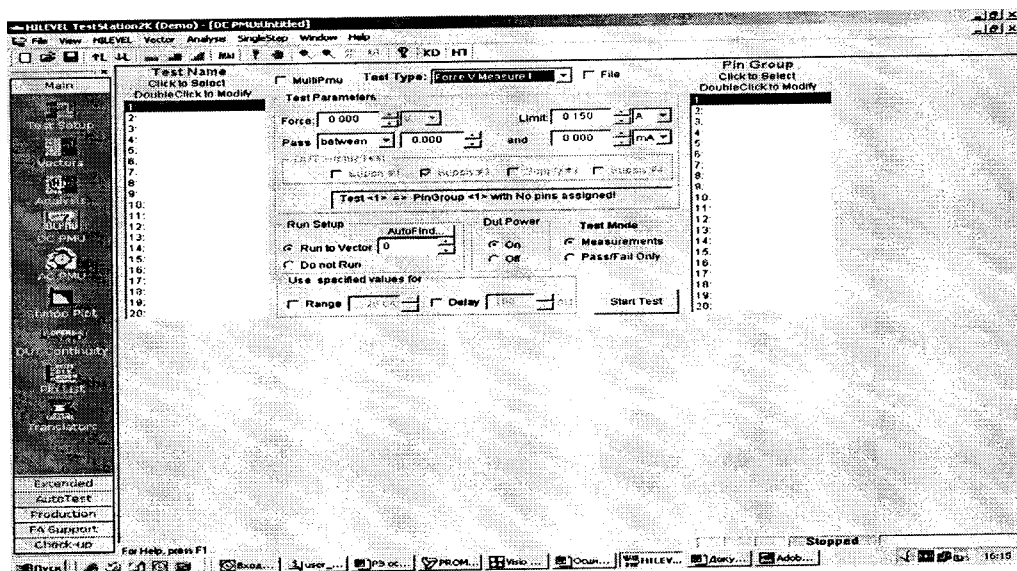

Рисунок 5.2.1
5.2.2 На рабочем столе ПЭВМ нажмите на иконку программного обеспечения Тестера, при этом откроется активное окно управления Тестера (рисунок 5.2.1).
1 Выбрать раздел меню «Задание напряжения» (рисунок 5.2.1) (в зависимости от измерения воспроизводимого напряжения):
- для воспроизведения напряжения PMU значение воспроизводимого напряжения выставляется для выбранного канала тестера в окне **DC PMU** (рисунок 5.2.1). При этом выбирается режим работы PMU “Задание напряжения и измерение тока (**Force V Measure I**)”;